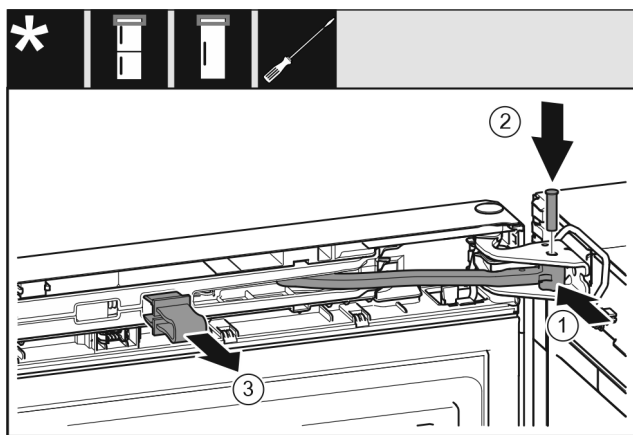

Fig. 72
- ▶ Ruotare il giunto Fig. 72 (1) nel blocco di supporto.
- ▶ Inserire il perno Fig. 72 (2) nel blocco di supporto e nel giunto. Assicurarsi che la camma di arresto sia posizionata correttamente nella scanalatura.
- ▶ Rimuovere il fusibile Fig. 72 (3).